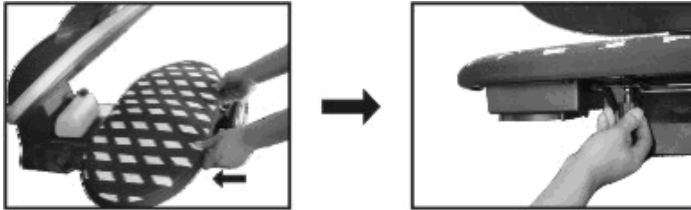

Abbildung 10
- b) Lösen Sie die Befestigung unter dem Textilien-Brett, schieben Sie es wieder zurück und befestigen Sie den Hebel anschließend wieder (siehe Abbildung 10) (nur PIC 3000 D).